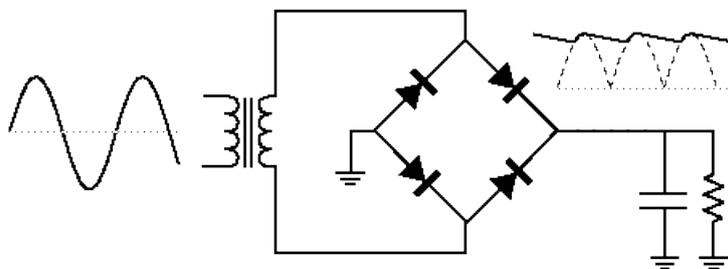

Figure 5: Circuits de redressement onde-pleine
1. Montez le circuit de la figure 5 en utilisant le transformateur, $R = 10\text{k}\Omega$ et $C = 1\mu\text{F}$. Produisez un signal d'entrée sinusoïdal avec $V = 10\text{ V}$ et $f = 1\text{ kHz}$ avec le générateur d'onde, et observez le signal de sortie.